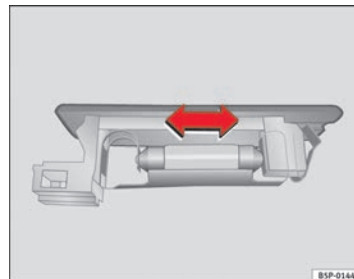

Fig. 152 Luz maletero
- Presione la lámpara lateralmente y extráigala del alojamiento ⇒ fig. 152. ■